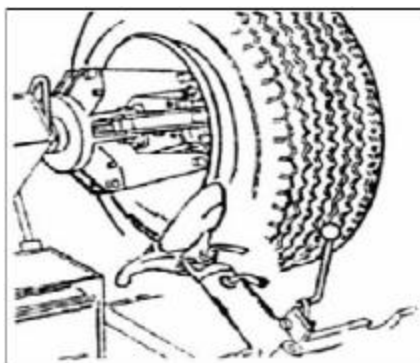

Рис. 10
- 6) Отведите отжимной диск (12) от обода колеса, дезактивируйте фиксатор (10), переведите рабочий инструмент в не рабочее положение, переместите отжимной диск (12) ко внутренней стороне диска.
- 7) Повторите вышеописанные операции, чтобы отжать второй борт шины. (Рис.10)